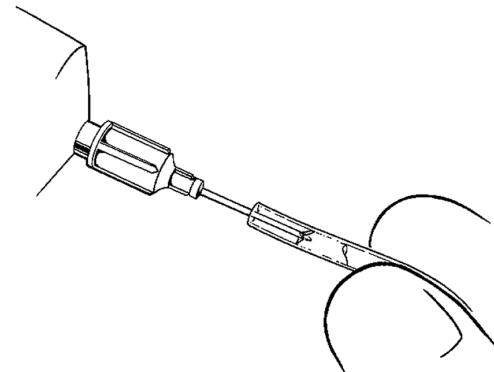

Figura 4-18. Lavado de los tubos
2. Lave los tubos de los cilindros (Figura 4-18).